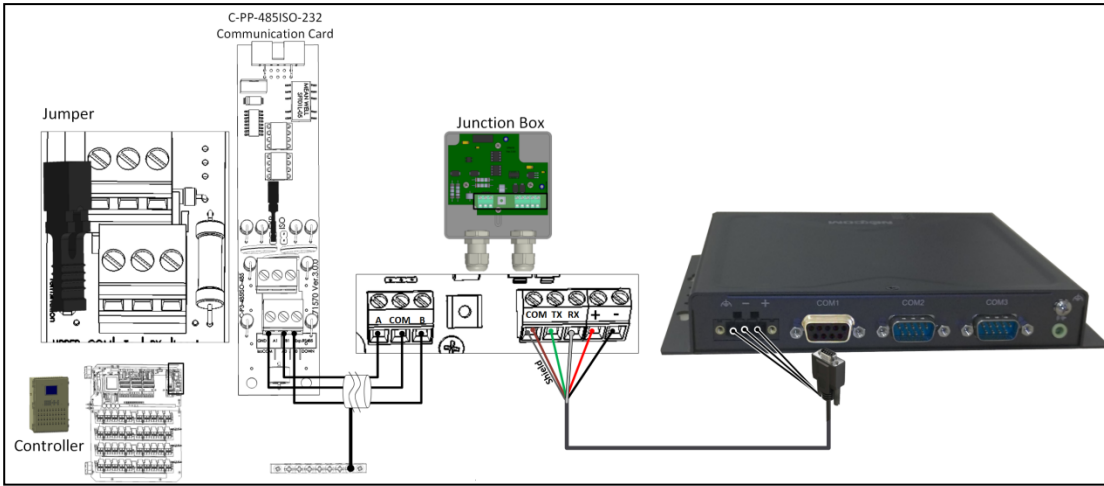

图 45: Comm-Box 控制器接线端
- (图 45).无需在控制器中安装外部120Ω终端电阻, 在位于通讯链末端的控制器的通讯卡上放置一个跳线。